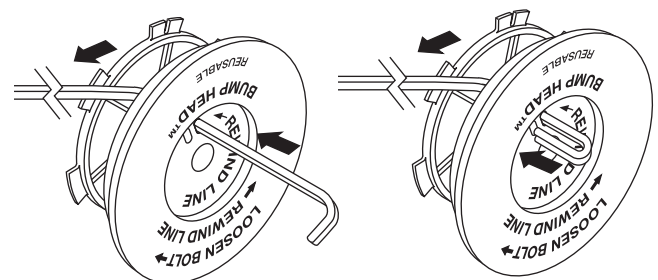

Fig. 29
8. Tome aproximadamente 2,5 m (8 pies) de nueva línea de corte. Inserte un extremo de la línea a través de uno de los orificios del carrete interior (Fig. 29). Pase la línea a través del carrete interior hasta que queden sólo 4 pulgadas fuera.
9. Inserte el extremo de la línea en el orificio abierto del carrete interior y tire de la línea en forma ajustada a fin de que el lazo sea lo más pequeño posible (Fig. 29).